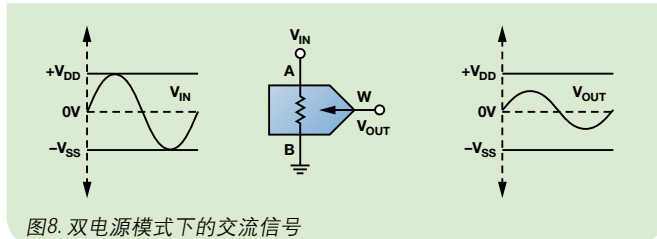

图8. 双电源模式下的交流信号
- 双电源： $\pm 2.25$  V至 $\pm 16.5$  V(见图8)